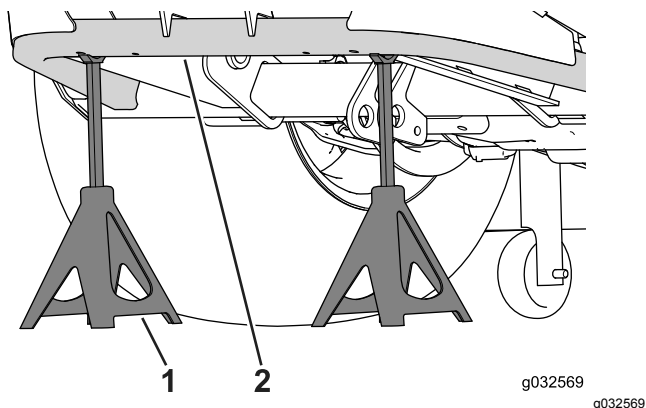

図 76
2. フロアジャッキを使って後輪を床から浮かせ、ジャッキスタンドでフレームを支える 図 76。